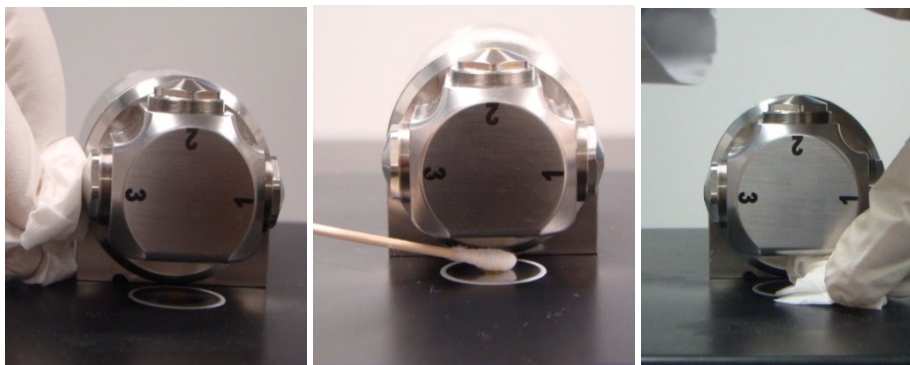

図 12：位置 3 ウィンドウとサンプル・サブスレートのクリーニング
- 3 サンプルによって下ウィンドウの表面領域全体が覆われるようにします（図12を参照）。